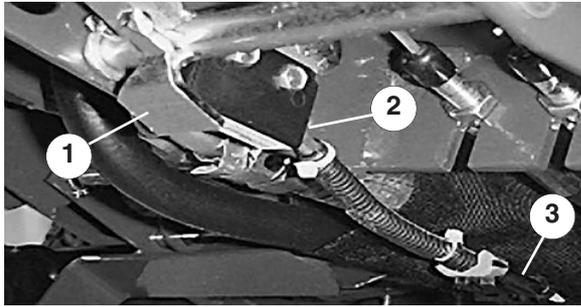

Bild 42
1. Der Abstand zwischen der Drehwellenschaufel der Feststellbremse und dem unteren Teil des Sicherheitsschalters (Bild 42) sollte circa 1,5 mm betragen (die Schaufel darf nicht mit dem Schalter in Berührung kommen.)